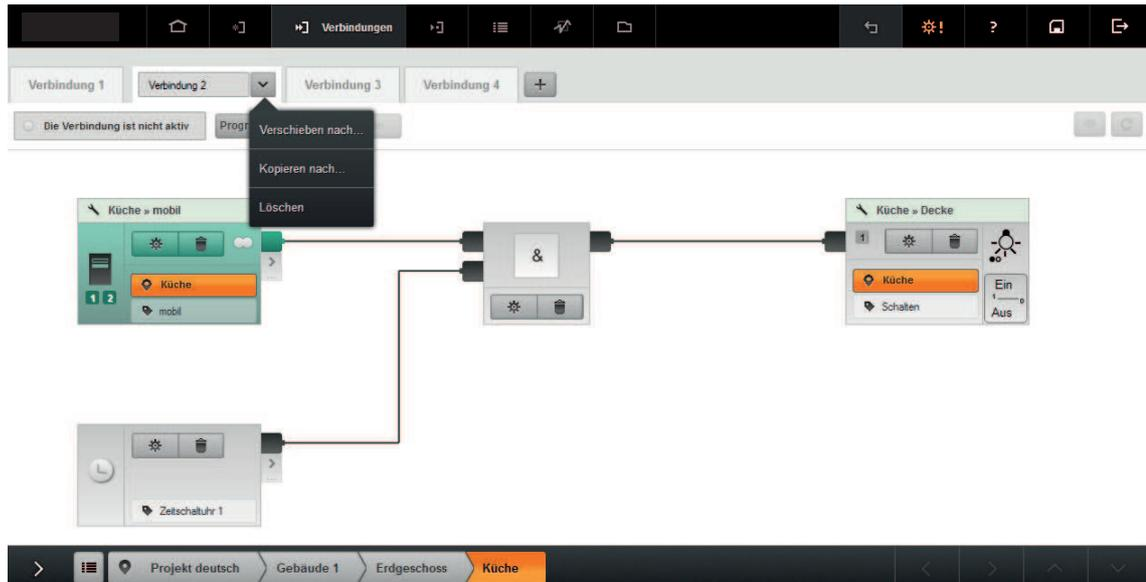

Bild 49: Funktionen Verschieben nach..., Kopieren nach..., Löschen
Die Funktion **Kopieren nach** ermöglicht einen Plan zu kopieren und gleichzeitig in einen anderen Installationsort zu verschieben. Mit der Funktion **Verschieben nach** kann ein Plan nachträglich in einem anderen Installationsort verschoben werden. Um einen Plan über die Funktion **Löschen** zu löschen, muss der Plan zuvor deaktiviert werden. Beim Löschvorgang werden alle Verbindungen entfernt. Geräte inklusive Parametereinstellungen bleiben im Projekt enthalten. Alle Funktionen werden über ein Drop-down-Menü aufgerufen (Bild 49).
- Über die Pfeiltaste das Menü öffnen und die Funktion **Verschieben nach** wählen (Bild 49).
- Über die Pfeiltaste das Menü öffnen und die Funktion **Kopieren nach** wählen (Bild 49).
- Über die Pfeiltaste das Menü öffnen und die Funktion **Löschen** wählen (Bild 49).